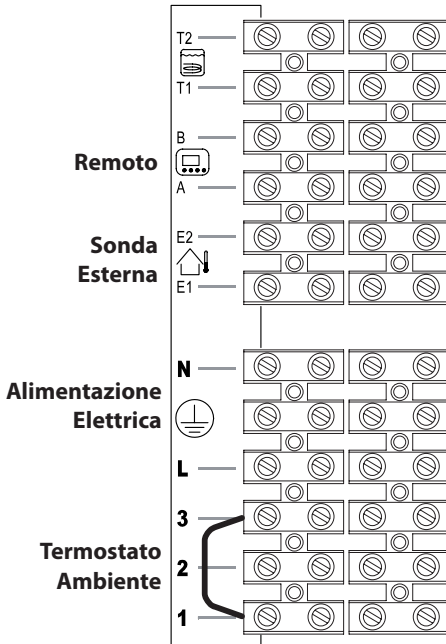

Figura 5.27
Per il collegamento del remoto servirsi dei morsetti indicati in Figura 5.27.
Per il collegamento della sonda esterna servirsi dei morsetti indicati in Figura 5.27.
**Il ponticello elettrico collegato nella morsettiaria termostato ambiente tra i morsetti "1 e 3" non va rimosso Figura 5.27.**